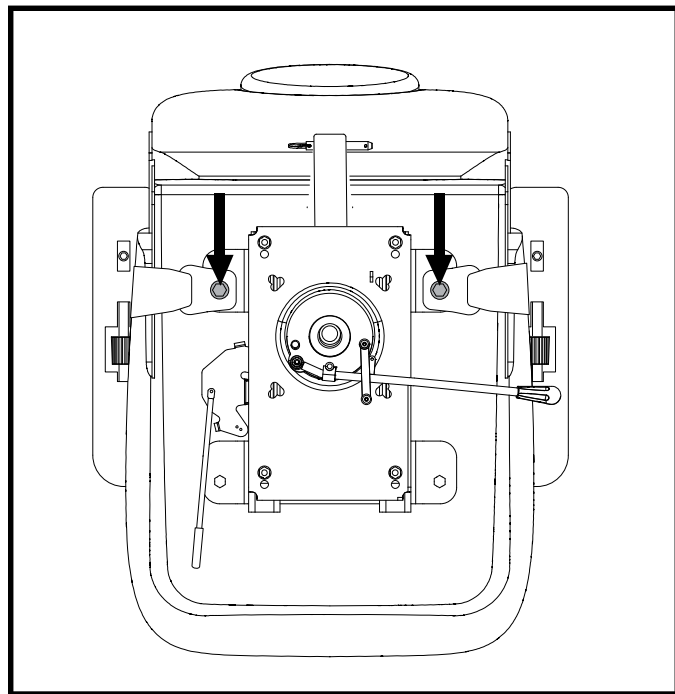

Figura 16. Bulloni per cinture di sicurezza
2. Posizionare la seduta a testa in giù per poter lavorare sulla base della seduta. **Vedere figura 16.**